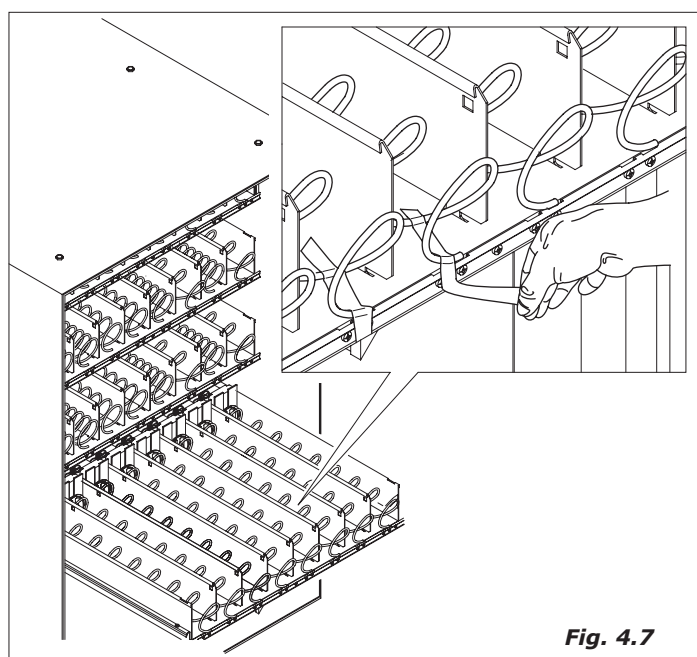

Fig. 4.7
- Abrir a janelinha do distribuidor e tirar a fita adesiva dos espirais (Fig. 4.7) e dos faixa terminal.